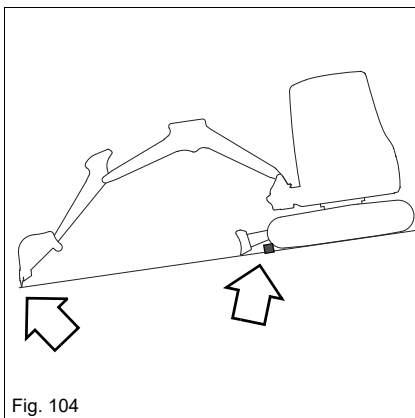

Fig. 104
- Bloker køretøjet med kiler under hjulene (se Fig. 104).